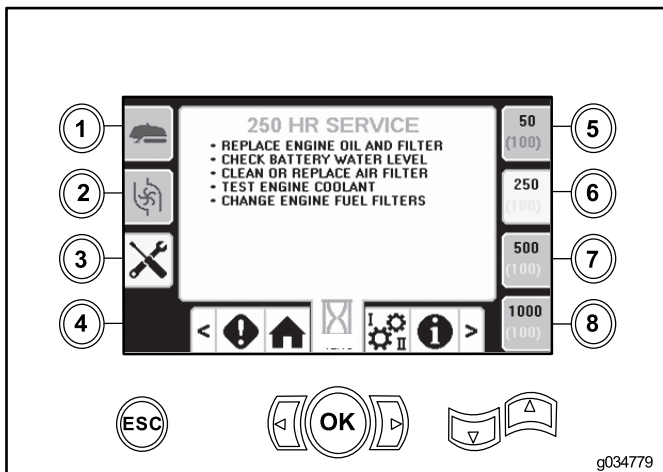

Bild 7
- Taste 6: Wartungsplan mit 250 Stunden (Bild 7)